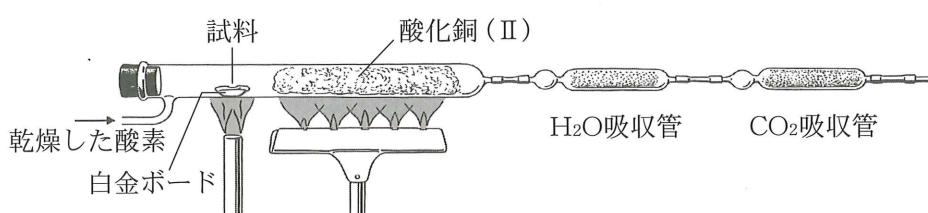

図4 元素分析実験装置図
- 〔6〕図4のような実験器具を用いて元素分析を行った。H₂O吸収管には水は吸収するが二酸化炭素を吸収しない ①〔ア. 塩化カルシウム イ. ソーダ石灰 ウ. 炭酸ソーダ〕を充填してある。